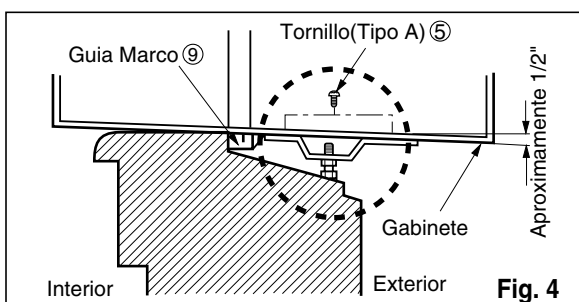

Fig. 4
5. Deslice el chasis en el interior del armario. Vuelva a apretar los tornillos del armario. Fije el armario al chasis con tornillos. (Ver Fig.4)
4. Seleccione la posición que ubicará el soporte del alféizar cerca del punto más exterior del alféizar.(Ver Fig. 4)
5. Pegue el soporte antepecho a los rieles de la caja en relacion a la posicion deseada usando dos tornillos Tipo A en cada soporte. (Ver Fig. 4)